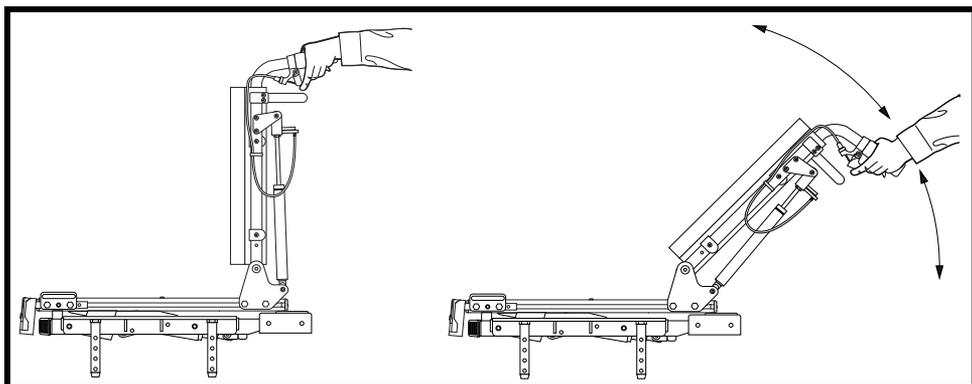

Abbildung 38. Anpassung des Winkels bei der manuellen Rücklehnefunktion
2. Drücken Sie beide Auslösegriffe gleichzeitig, und bringen Sie die Rückenlehne in die gewünschte Position. **Siehe Abbildung 38.**